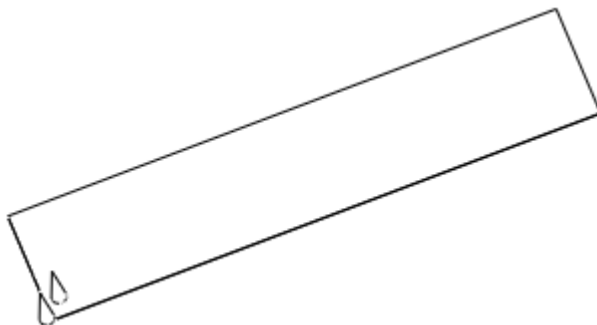

图 38-8
- (1) 单击菜单【编辑】|【特征操作】|【复制】|【选取】|【从属】|【完成】选项。
- (2) 选择建立的圆锥体，单击【选取】菜单中的【完成】选项。
- (3) 单击【平移】|【平面】选项，选择长方体的长边侧面为平移参照。
- (4) 单击【方向】菜单中的【正向】选项，在消息输入窗口输入偏移距离“5.↓”。
- (5) 单击【平移】|【平面】选项，选择长方体的短边侧面为平移参照。
- (6) 单击【方向】菜单中的【正向】选项，在消息输入窗口输入偏移距离“5.↓”。
- (7) 单击【完成移动】|【完成】选项，然后单击鼠标中键或单击【组元素】对话框中的【确定】按钮，完成圆锥体的复制，如图 38-8 所示。